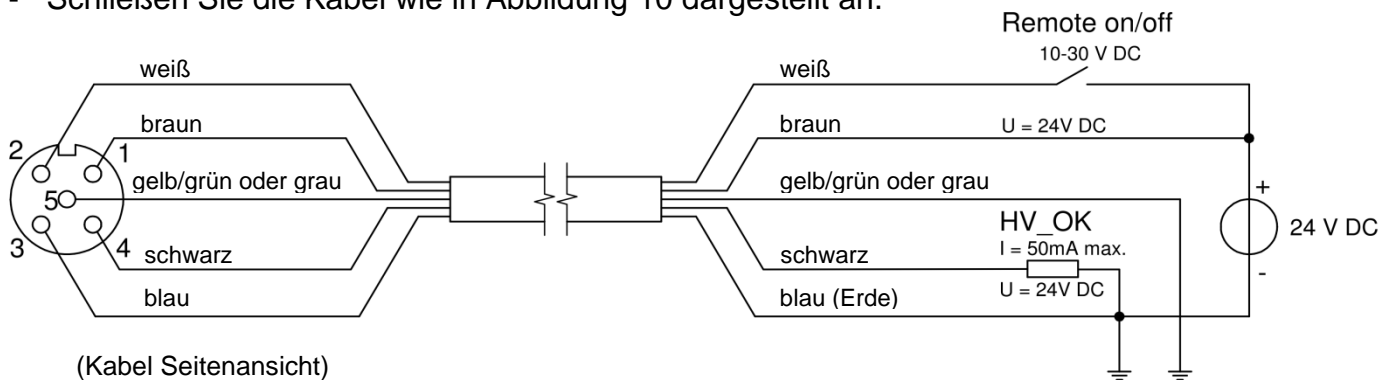

Abbildung 10: Verkabelung des Stabes
- Schließen Sie die Kabel wie in Abbildung 10 dargestellt an.
Wenn der Ionensprühstab ohne Manager an eine 24-Volt-Spannungsversorgung angeschlossen wird, verfügt der Ionensprühstab nicht über die IQ-Funktionalität. Der Stab kann jedoch über den Kontakt des M12-Anschlusses per Remote-Funktion ein- bzw. ausgeschaltet werden und erfolgt über den entsprechenden Kontakt des M12-Anschlusses eine Rückmeldung, ob die Hochspannung aktiv ist [HS O. K.] (siehe Abbildung 10)